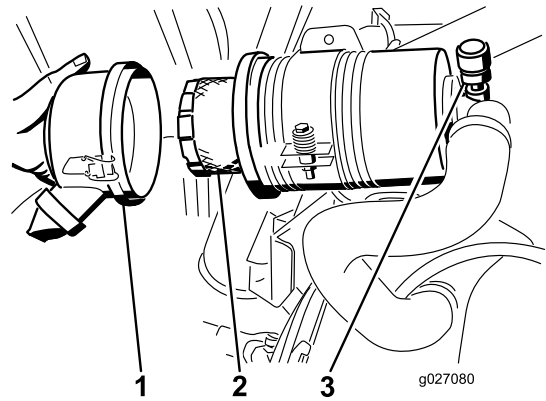

Figura 54
4. Retire e substitua o filtro (Figura 54).